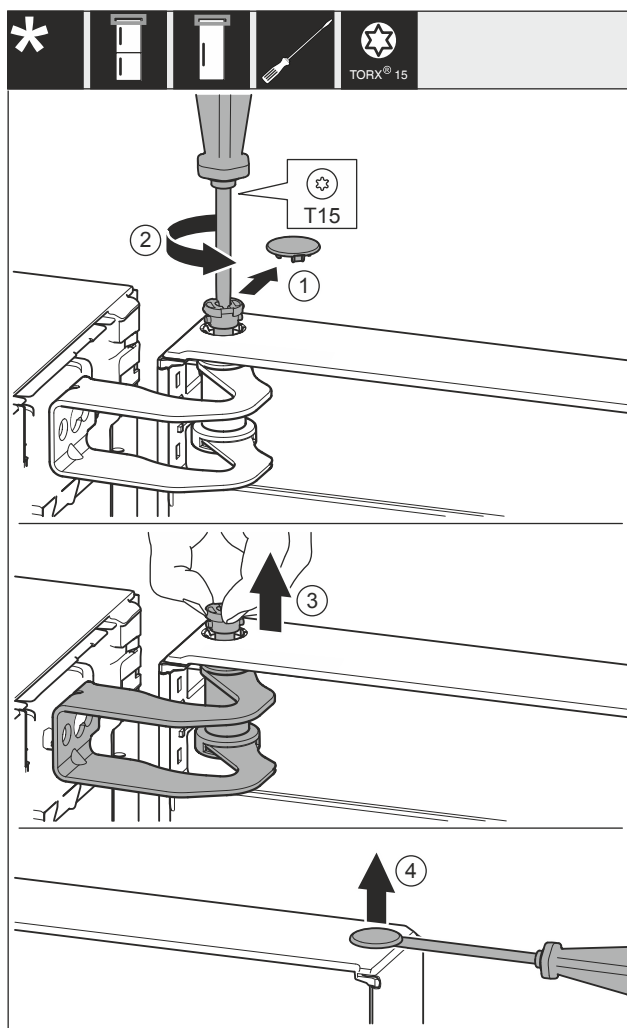

Fig. 29
- ▶ Opatrne odstráňte kryt Fig. 29 (1).
- ▶ Skrutkovačom trochu vyskrutkujte čap Fig. 29 (2).
- ▶ Vytiahnite čap Fig. 29 (3) prstami.
- ▶ Skrutkovačom opatrne nadvihnite a odstráňte kryt Fig. 29 (4).